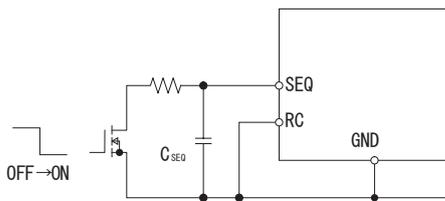

図3.7 ソフトスタート外付け回路例
- SEQ端子とGND端子間にコンデンサ $C_{SEQ}$ と図3.7の外付け回路を接続することで、立ち上がり時間を変更することができます。 $C_{SEQ}$ と立ち上がり時間の関係は以下の通りです。